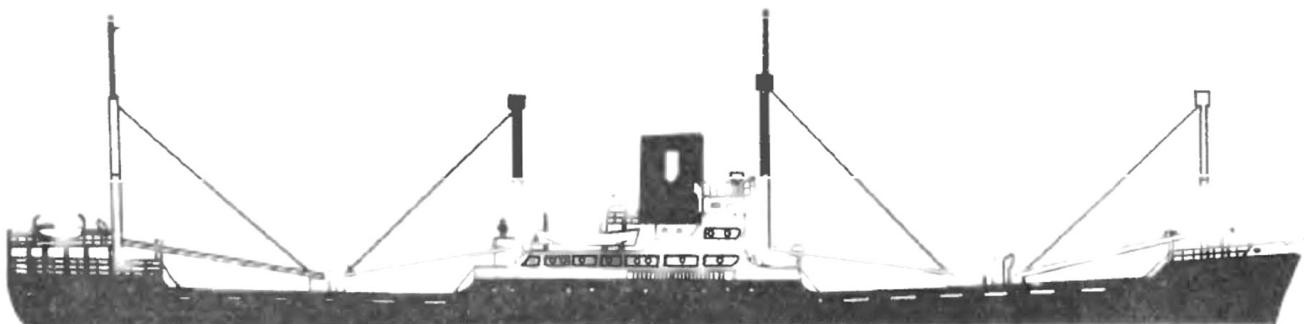

Рис. 6.16. Судно «Щецин»
**«Щецин».** Грузовое судно Польского морского пароходства, построенное на Гданьской судоверфи. Длина его составляет 108,3 м; ширина — 14,4 м. Судно одновинтовое, однопалубное, скорость — до 12 уз (рис. 6.16).